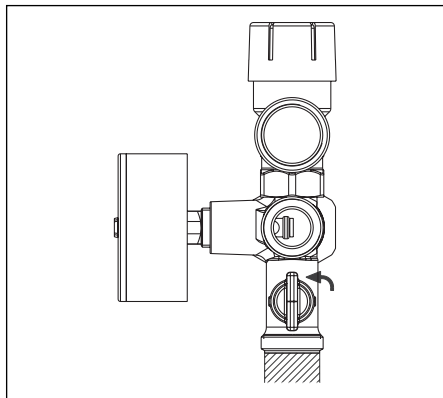

Abb. 6.16 Entleerungskugelhahn Sicherheitsgruppe
4. Öffnen Sie den Kugelhahn an der Sicherheitsgruppe mit einer 90°-Drehung nach links (senkrechte Position, Abb. 6.16).